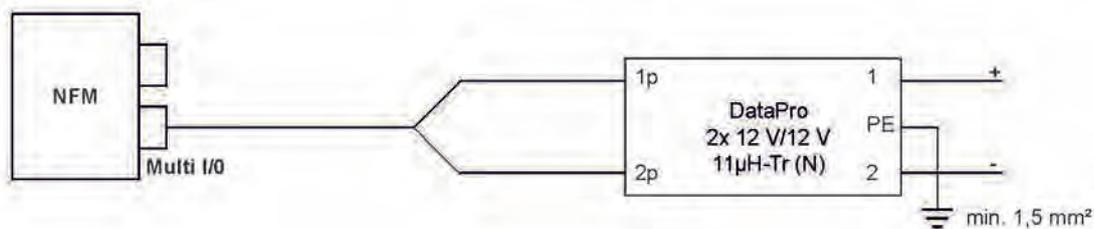

Abb. 25-5 Überspannungsschutz für Spannungsversorgung DC allgemein
Bei **direkter externer Spannungsversorgung** über 12 V DC (z. B. bei Solarspeisung) den Typen DataPro 2x1 12V/12V-11µH-Tr(N) für Nicht-Ex (Abb. 25-5).